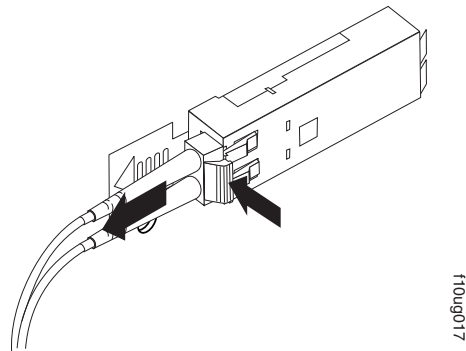

図 30. LC-LC ファイバー・チャネル・ケーブルの取り外し
2. 図 30 に示すように、コネクタを慎重に引っ張って、SFP または SFP+ モジュールからケーブルを取り外します。